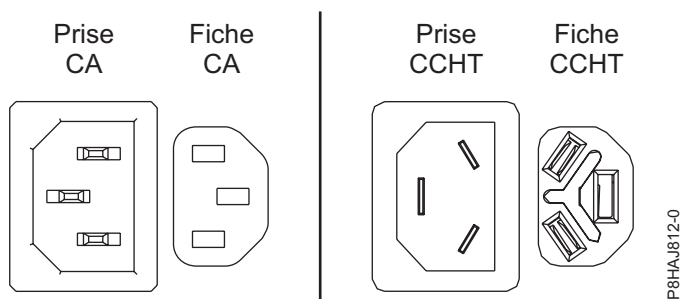
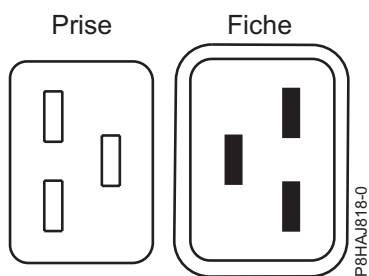
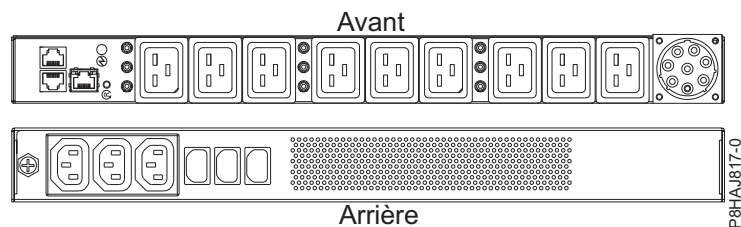

Figure 13. Connecteurs CA et CCHT
Figure 14. Connecteurs pour le système 8408-44E
Figure 15. Unité d'alimentation pour le système 8408-44E
La figure 13 représente les connecteurs pour courant alternatif (CA) et courant continu haute tension (CCHT) pris en charge. Les figure 14 et figure 15 illustrent les connecteurs et l'unité d'alimentation (PDU) pris en charge pour le système 8408-44E.